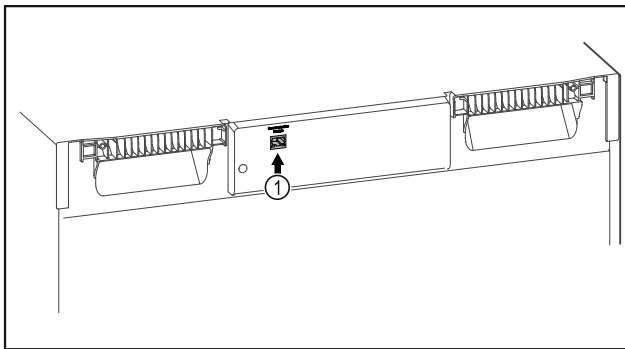

Fig. 142
- SmartModule Fig. 142 (1) se rabi.